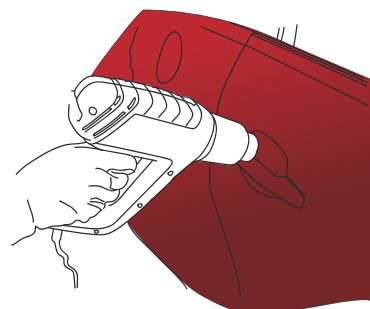

Figure 28
- La pose étant terminée, réchauffer à l'aide d'un pistolet thermique toutes les parties qui ont subi une forte déformation. (FIG. 28)